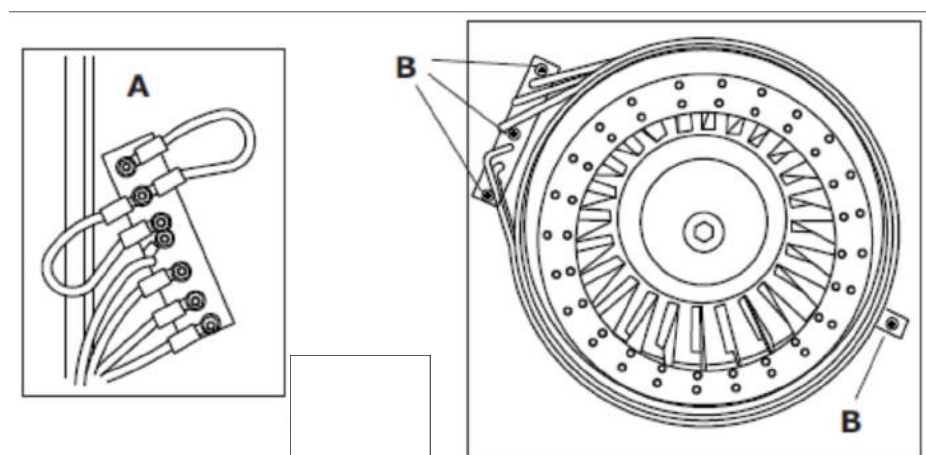

Рисунок 16.
- Начните работу с задней стороны печи, отключите электрические соединения нагревательных элементов (Рисунок 16а);